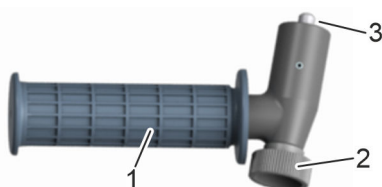

Fig. 10 : réglage de la poignée de maintien
2. ➔ S'assurer que la poignée de maintien est solidement fixée à la clé hydraulique universelle au niveau de la liaison (Fig. 10 /3) avec la clé.
3. ➔ Régler la poignée de maintien (Fig. 10 /1). Pour ce faire, desserrer la molette (Fig. 10 /2), tourner la poignée de maintien dans la position souhaitée et bloquer la molette.